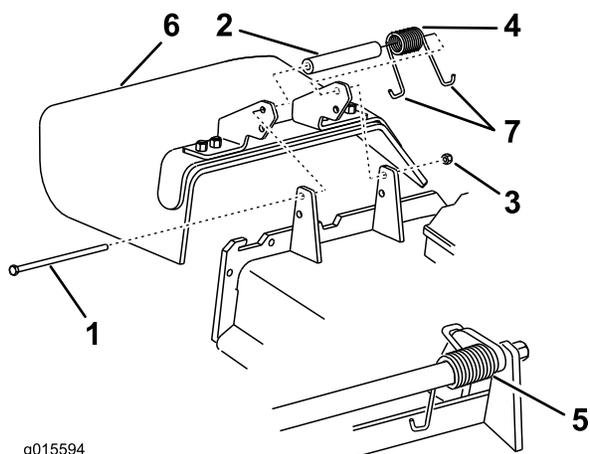

Figura 72
1. Retire la contratuerca, el perno, el muelle y el espaciador que sujetan el deflector a los soportes de pivote (Figura 72). Retire el deflector de hierba dañado o desgastado.
Nota: Asegúrese de colocar un extremo en **J** del muelle detrás del reborde de la carcasa antes de instalar el perno, según se muestra en Figura 72.
3. Instale el perno y la tuerca. Coloque un extremo en **J** del muelle alrededor del deflector de hierba (Figura 72).